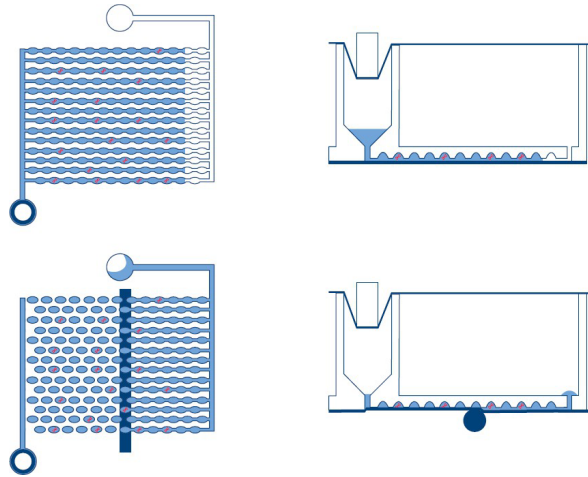

Bild 1. Schema för fyllning och uppdelning av en brunn.
- **Partitionering:** I den första instrumentmodulen är plattans mikrokanaler och partitioner fyllda med provmaterialet och dPCR-reaktionsmixen. Detta åstadkoms genom att kolvstift komprimerar den elastiska toppförseglingen på nanoplattan över varje brunn. Detta skapar ett positivt tryck som pumpar den ingående brunnsvätskan in i mikrokanalerna och partitionerna. Därefter tätas anslutningskanalerna mellan skiljeväggarna genom aktivering av ett tryckkänsligt lim genom en tryckkontrollerad valsningsprocess (se bild 1).
- **Bildtagning:** Det sista processteget är bildinsamlingen, som fångar signalen från varje partition av nanoplattbrunnarna. I verktygsläget kan användaren konfigurera detektionskanalerna och bildinställningarna med hjälp av experimentinställningsfunktionen i Software Suite. I IVD-läget är bildtagningsinställningarna förinställda till optimerade förhållanden, vilket inte kräver någon konfiguration av användaren. De partitioner som innehåller en målmolekyl kommer att avge fluorescens med högre intensitet än partitioner utan mål (se bild 1). För mer information och specifikationer om bildtagningssystemet, se avsnitt 8 Tekniska specifikationer.